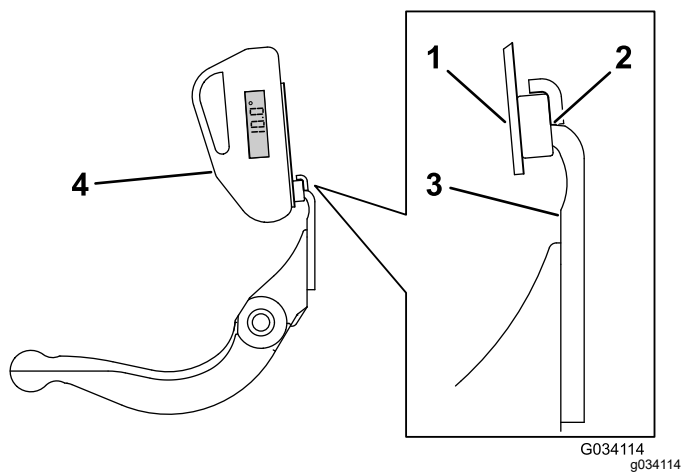

図 33
3. 傾斜計マウントのマグネットのエッジがベッドナイフのエッジに密着するように、ベッドナイフのエッジに傾斜計マウントをセットする 図 33。
4. 図 33 に示すようにマウントに傾斜計を取り付ける。